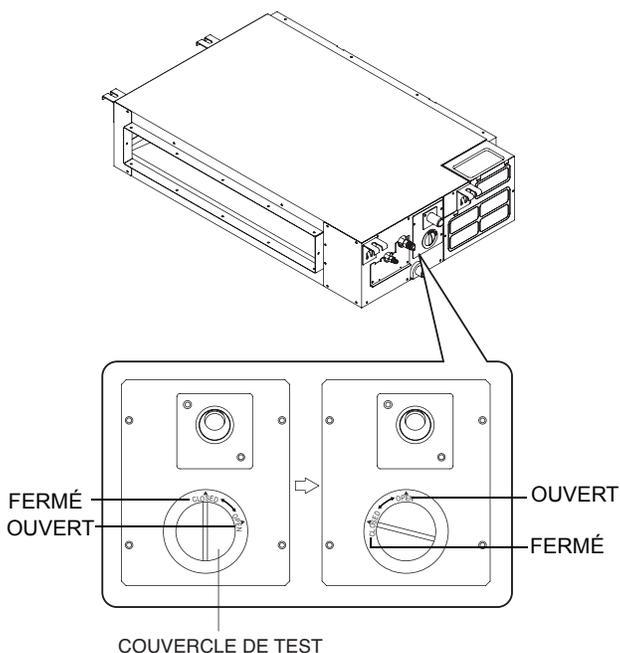

Figure 12 — Couverture de test
1. Retirez le couvercle de test en le tournant dans le sens antihoraire, comme indiqué dans la fig. 12.